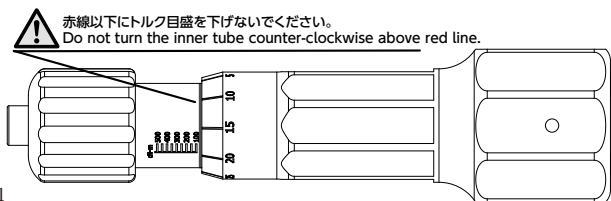

図1 Fig.1
- RTDZ の目盛は目盛線の赤線より下げないで下さい。(図1)